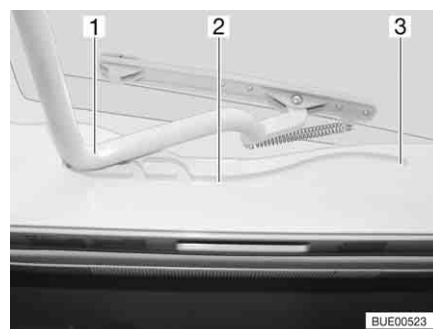

Bild 77 Heki-Dachhaube, Führung
- Den Bügel (Bild 77,1) in den Führungen (Bild 77,2) bis in die hinterste Position (Bild 77,3) ziehen.
- Den Bügel (Bild 77,1) mit beiden Händen leicht nach oben drücken.
- Den Bügel in den Führungen (Bild 77,2) bis zur gewünschten Stellung ziehen.